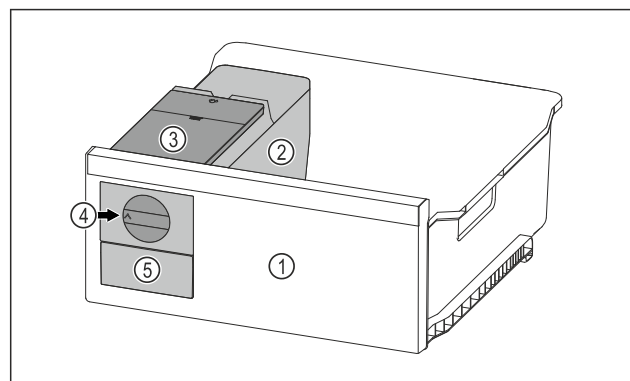

Fig. 95 Ilustrační zobrazení
- ▶ Otočte otočný knoflík Fig. 95 (4) ve směru hodinových ručiček až na doraz.
- ▷ Kostky ledu padají z misky na kostky ledu do zásuvky na kostky ledu Fig. 95 (5).